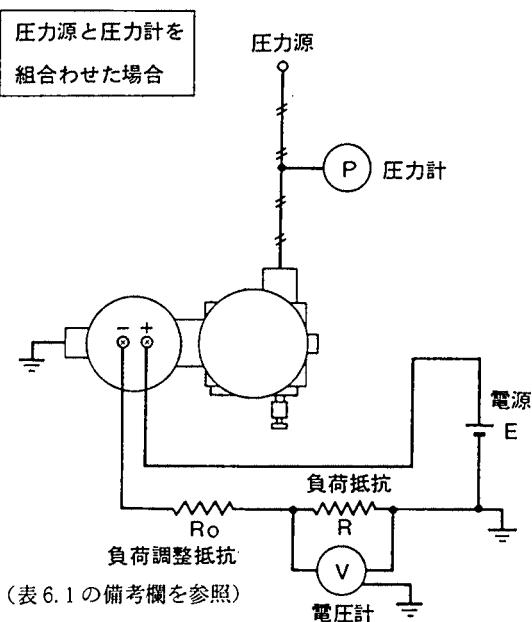

図6.1 各機器の接続
- (1) 図6.1のように各機器を接続し、10分以上ウォームアップします。
- (3) 図6.1のように各機器を接続し、10分以上ウォームアップします。
- (4) ダンピング調整ボリウムを反時計方向へ一杯に回します(6.7項参照)。
- (5) 圧力を 1.3×10^{-3} kPa(10^{-2} mmHg)abs.にし、ゼロ調整ねじで出力を $1.000V \pm 0.01V(0\%)$ に調整します。または5.3.1項を参照して測定レンジの0%近辺の絶対圧力を加え、これに対応する出力になるようにゼロ調整します。
- (6) カプセルアセンブリのMAX SPAN圧力を加え、スパン調整ボリュームで出力を $5.000V \pm 0.01V(100\%)$ に調整します。
- (7) (5), (6)項を繰り返して行ない、各電圧が許容値内に入るようにします。
- (8) MAX SPANの1/2の圧力を加え、出力が $3.000V \pm 0.01V(50\%)$ の範囲内に入るか確認します。範囲内に入らない場合にはリニアリティ調整ボリュームで調整します。
- (9) (5)~(8)項を繰り返して行ない、各電圧が許容値内に入るようにします。
- (1) 6.3項の図6.1と同じように各機器を接続し、プロセス接続口に使用レンジ内の圧力を加えて10分以上ウォームアップします（6.3項(1)の注意を参照）。